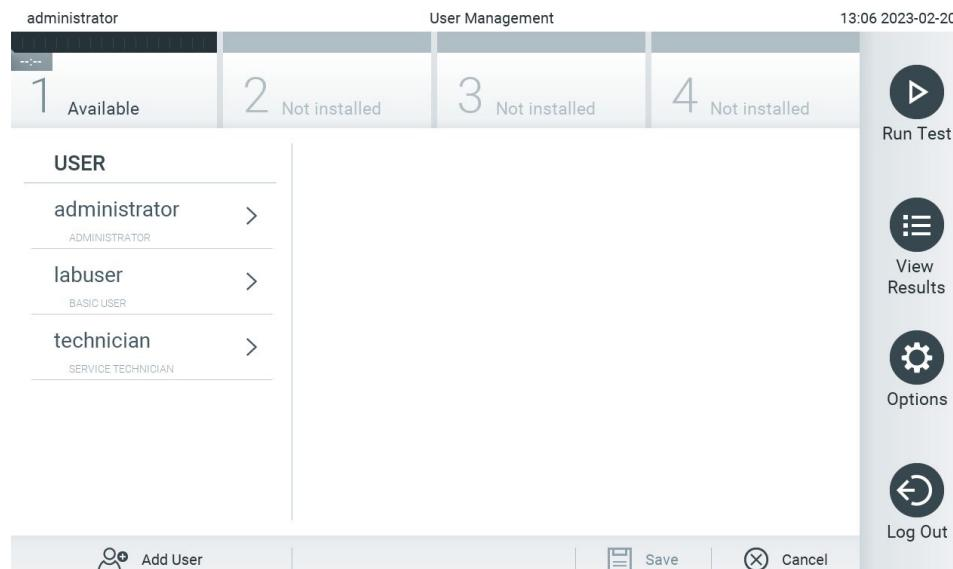

Abbildung 50. Bildschirm User Management (Benutzerverwaltung).
1. Drücken Sie auf **Options** (Optionen) > **User Management** (Benutzerverwaltung), um Benutzer zu konfigurieren. Im Inhaltsbereich der Anzeige wird der Bildschirm **User Management** (Benutzerverwaltung) angezeigt (Abbildung 50).